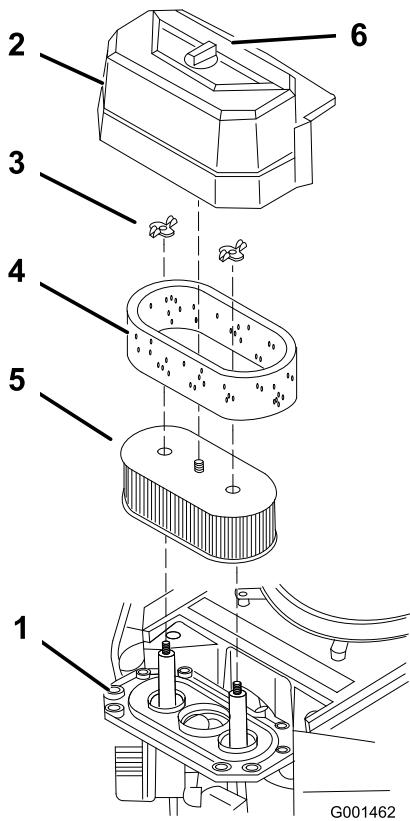

Figura 32
3. Pulite l'area intorno al filtro dell'aria per evitare che la morchia possa penetrare nel motore provocando gravi danni (Figura 32).
4. Svitate la manopola del coperchio e togliete il coperchio del filtro dell'aria (Figura 32);
5. Togliete i 2 dadi ad alette ed estraete il filtro dell'aria completo (Figura 32).
6. Togliete con cautela l'elemento in schiuma sintetica dall'elemento di carta (Figura 32).
Non pulite il filtro di carta. Sostituitelo dopo 200 ore di servizio (Figura 32). Controllate che l'elemento non sia strappato, non presenti strati untuosi, e che la tenuta in gomma non sia danneggiata.
1. Infilate con cautela l'elemento in schiuma sintetica sopra l'elemento di carta del filtro dell'aria (Figura 32).
2. Montate il filtro dell'aria completo sulla relativa base, e fissatelo con i 2 dadi ad alette (Figura 32).
3. Montate il coperchio del filtro dell'aria e serrate la manopola del coperchio (Figura 32).